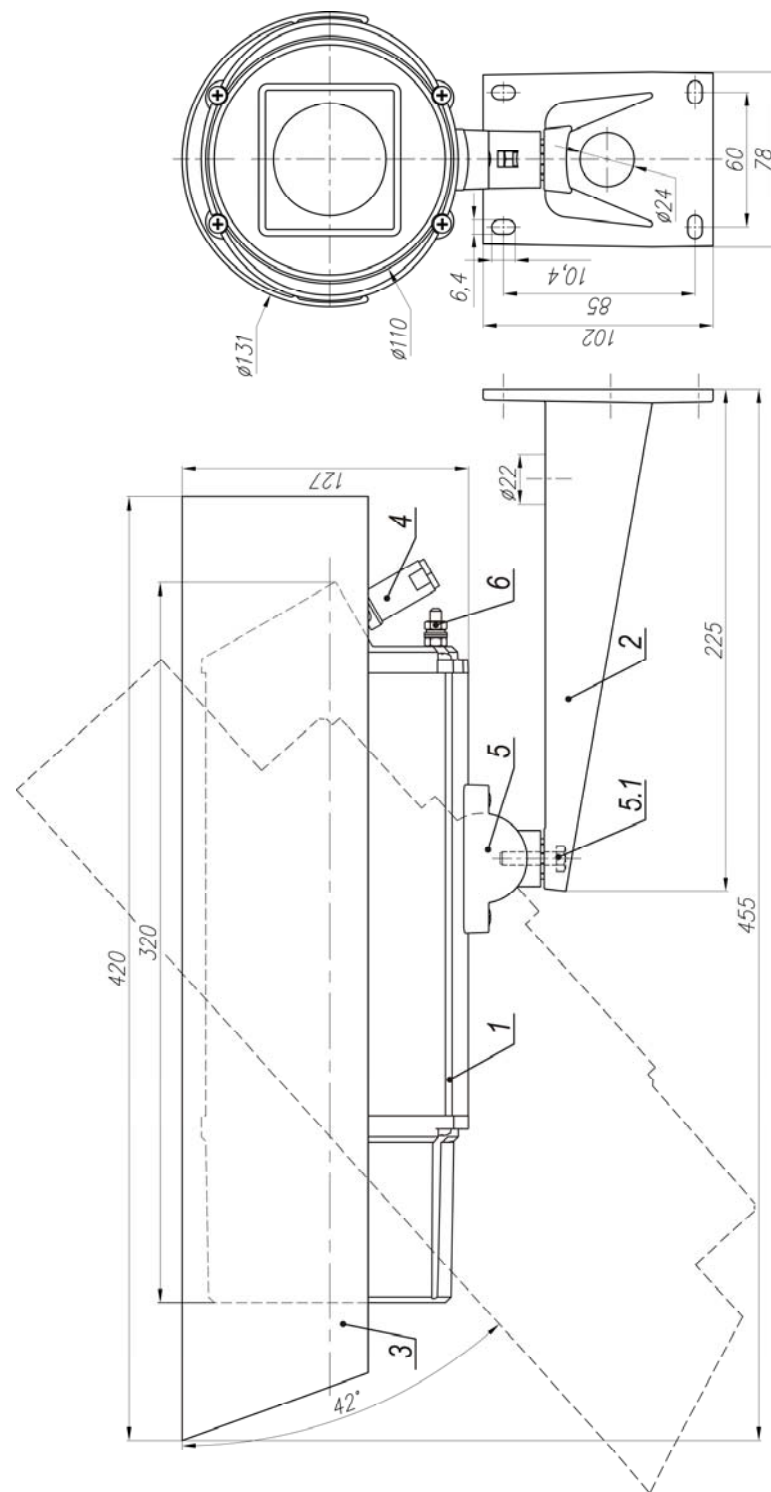

Рис.1 Состав и габаритно-установочные размеры ТВК-35В IP
3. Ослабив болт фиксации шарнира (поз.5.1 рис.1), установить гермобок на нужное направление обзора, после чего надежно зафиксировать шарнир затянув болт.
3. Заземлить гермобок с помощью болта заземления (поз.6 рис.1).
| 10 | Габаритные размеры | см. рис.1 | | | |
Состав изделия: (см. рис.1)